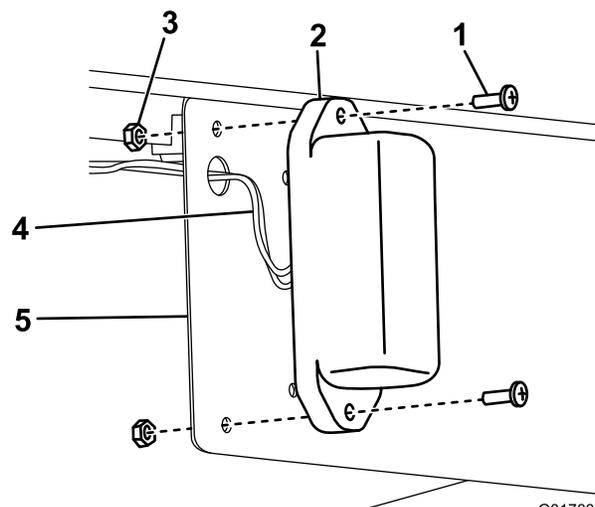

Figura 7
4. Introduzca los cables a través de los orificios grandes del soporte de la placa de matrícula y conéctelos a las 2 luces de la placa (Figura 7).
5. Instale las luces de la placa en el soporte de la placa usando los 4 tornillos de cabeza Phillips (N° 10 x 5/8") y 4 contratuercas (N° 10) según se muestra en Figura 7.